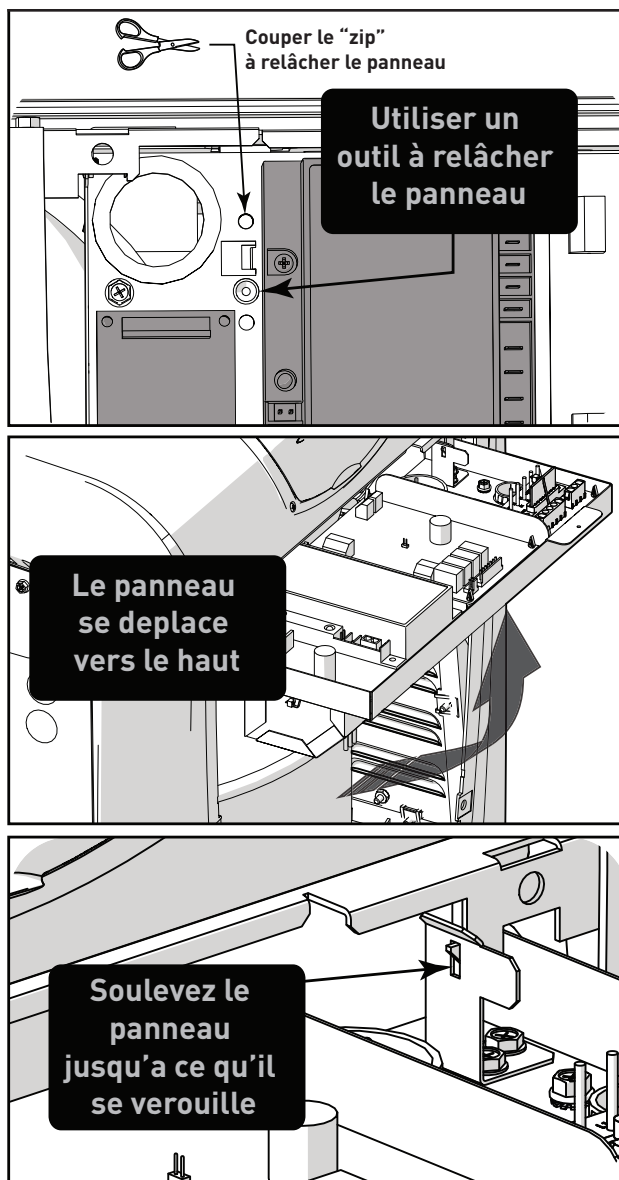

Figure 21. Accès de service au système électrique
Le panneau des composants électriques peut être tourné vers le haut et éloigné du corps du réchauffeur pour faciliter l'accès au système électrique. Avec le panneau avant retiré, retirez le chemin de câbles du corps du réchauffeur, puis faites-le tourner vers le haut (figure 21). Le verrou devrait rester en place.
2. Connectez les fils de la source d'alimentation aux bornes de raccordement sur le réchauffeur (figure 21).